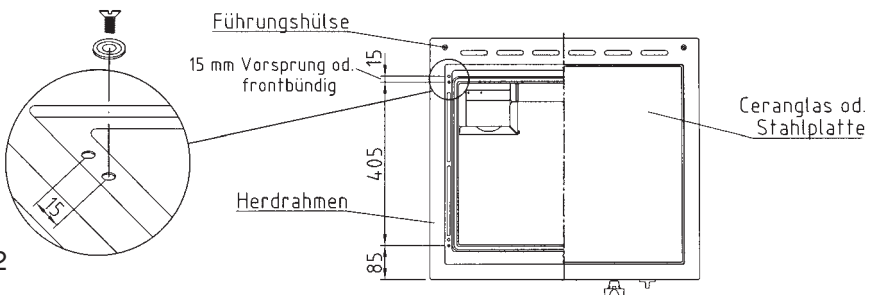

Abb. 1
- 1.) Herdrahmen in die gewünschte Position (Abb.1) bringen und mit den beiliegenden Scheiben und Schrauben befestigen. (Detail X).